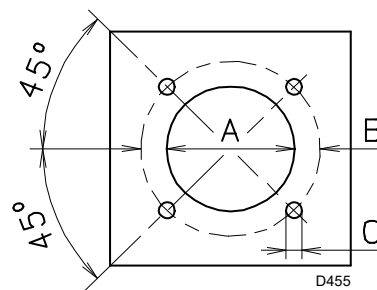

Fig. 14
Perforar la placa de cierre de la cámara de combustión como indica la Fig. 14 (Tab. J) La posición de los orificios roscados puede trazarse utilizando la junta aislante suministrada con el quemador.
- Introducir todo el quemador en el orificio de la caldera, preparado anteriormente (Fig. 14), y fijar con los tornillos suministrados.